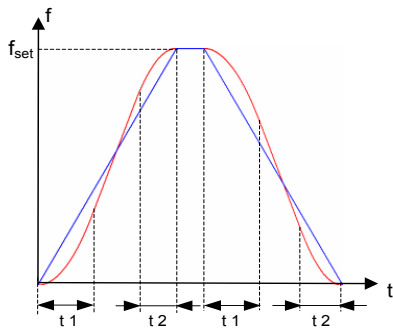

图 5-22 S 曲线加减速 A 示意图
- 1：S 曲线加减速 A——输出频率按照 S 曲线递增或递减，一般用于对启停过程要求比较平缓的场所，如电梯、传送带等。如图 5-22 所示。加减速时间与直线加减速一致。功能码 F4-08 和 F4-09 分别定义了 S 曲线加减速 A 起始段和结束段的时间比例。